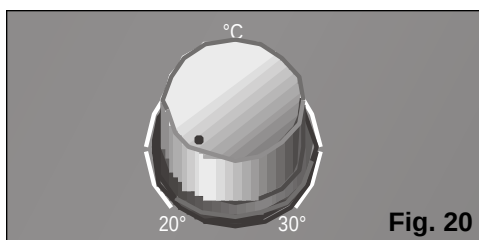

Fig. 20
- ☐ Zet de thermostaat op de positie laagste temperatuur, **Fig. 20**.